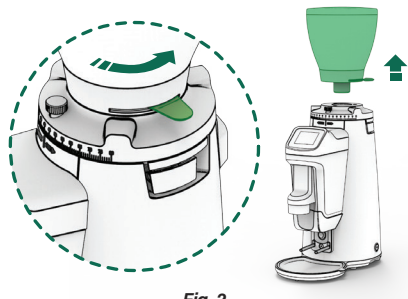

Fig. 2
12.3.2. Comprobar que el obturador está en posición cerrada antes de retirar la tolva del regulador de molienda (7) (Fig. 2).